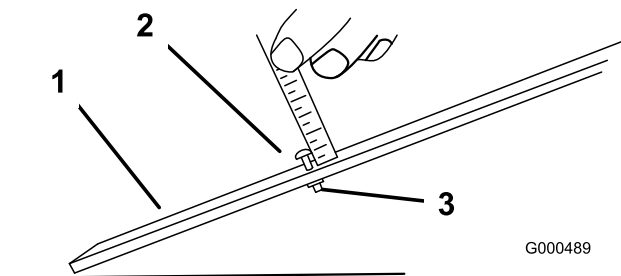

Figura 9
2. Allentate il dado sulla barra di riferimento e regolate il bullone di regolazione dell'altezza secondo l'altezza di taglio desiderata (**Figura 9**). La distanza tra la base della testa del bullone e la superficie della barra è l'altezza di taglio.